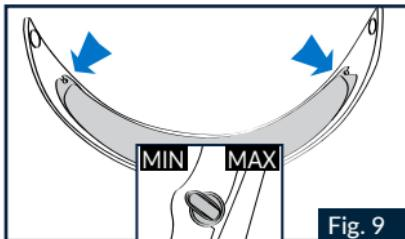

Fig. 9
1.2 Asegúrese de que la superficie interna de la pantalla esté limpia y compruebe que las palancas externas de ajuste de los pivotes estén colocadas hacia el interior (Fig. 9).
Asegúrese de que la pantalla antivaho PINLOCK® esté correctamente montada abriendo y cerrando la pantalla y comprobando que no se produzca ningún movimiento entre ellas. En caso de que la pantalla antivaho PINLOCK® no estuviese fijada bien a la pantalla, actúe al mismo tiempo en ambas palancas externas de ajuste girándolas hacia arriba, de forma progresiva y sin excederse, para aumentar la tensión (Fig. 9). La tensión máxima se obtiene cuando las palancas externas de ajuste de los pivotes se encuentran hacia el exterior.